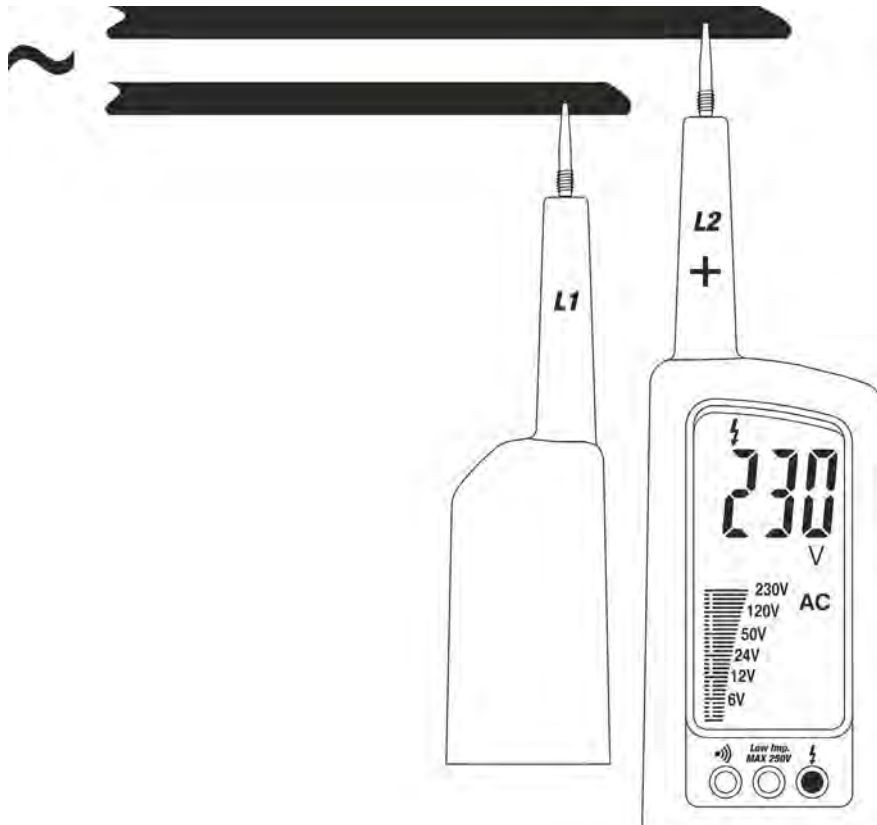

Fig. 3: Medida de tensión CA
2. Conecte las puntas **L1** y **L2** al objeto en pruebas (ver la Fig. 3). La medida se realiza **sólo cuando las puntas están en contacto con conductores activos**.